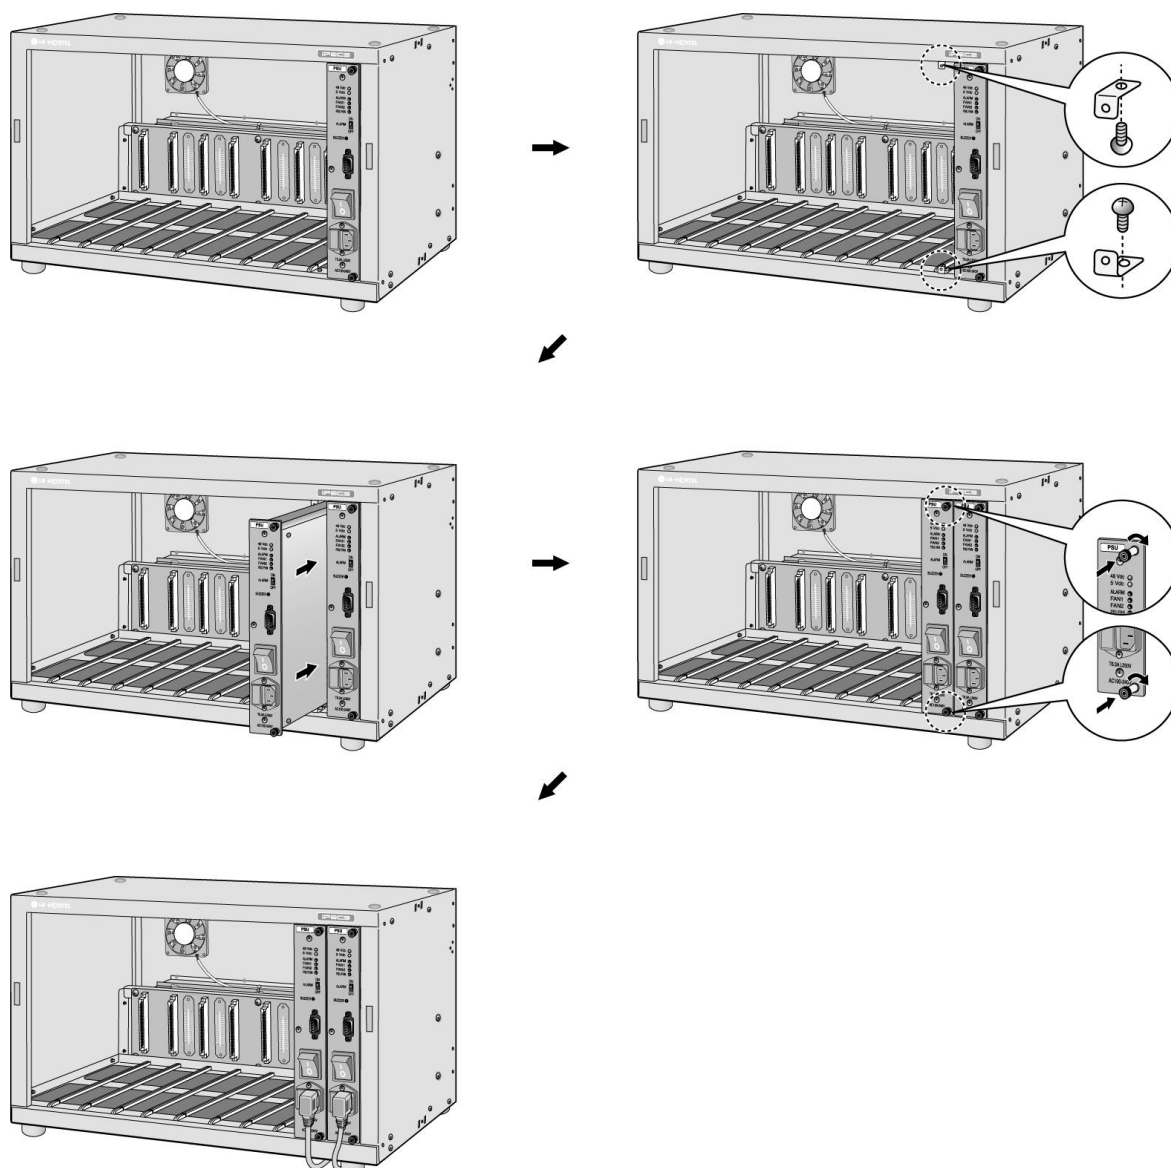

Рис. 4.4-2 Установка резервного источника питания PSU
Выполните следующие действия для установки резервного источника питания, см. Рис. 4.4-2.
- Установите кронштейн для верхнего и нижнего винтов с рифлеными головками в правую направляющую слота #9 системного блока, см. Рис. 4.4-2, и закрепите его при помощи винтов из комплекта поставки.